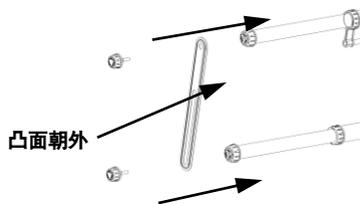

图 10
- a. 组装固定衣杆和被杆：如图 10 示，将固定衣杆组件与被杆组件组装在一起。